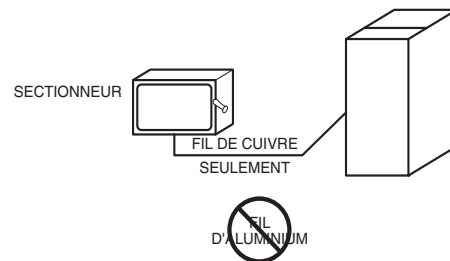

Fig. 34 – Coffret électrique externe fourni sur place sur le caisson de la chaudière
Ne branchez pas de fil d'aluminium entre le disjoncteur et la chaudière. Utilisez uniquement du fil de cuivre. Consultez la Fig. 34.
1. Percez deux (2) trous de départ de 3 mm (1/8 po) dans les dépressions du boîtier de la chaudière adjacents à la pastille défonçable de 22 mm (7/8 po) sur le côté. Ne retirez pas la pastille défonçable du côté du boîtier.
- Raccordez les fils d'alimentation et neutres sur place aux fils d'alimentation électrique de la chaudière à l'intérieur du coffret électrique externe, comme illustré à la Fig. 34.